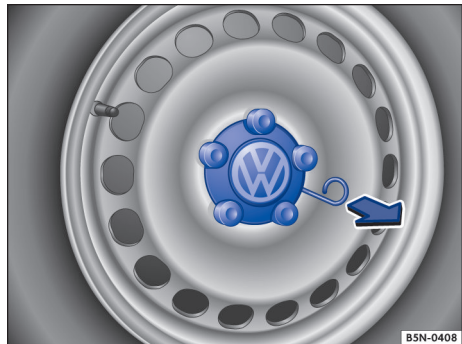

Fig. 238 Retirar a calota central.
- *Remover:* retirar o gancho extrator das ferramentas de bordo → Página 259 e prendê-lo no canto da calota → Fig. 238.